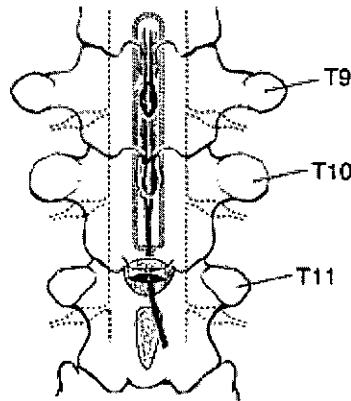

Figura 4
5. Con la guía de una proyección radioscópica, coloque el electrodo en el target. Asegúrese de que todos los electrodos se encuentran dentro del espacio epidural y de que la almohadilla del electrodo quedará estabilizada tras el implante (consulte la figura 4).